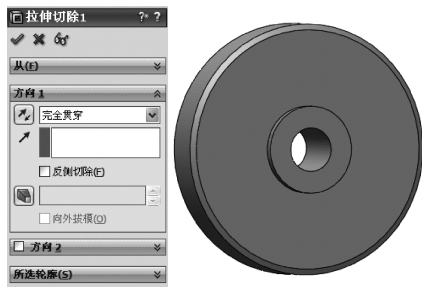

图 12-5 拉伸切除特征 1
4) 单击【特征】工具栏中的 （拉伸切除）按钮，在【属性管理器】中弹出【拉伸切除】属性设置。在【方向 1】选项组中，设置【终止条件】为【完全贯穿】，单击 （确定）按钮，生成拉伸切除特征，如图 12-5 所示。